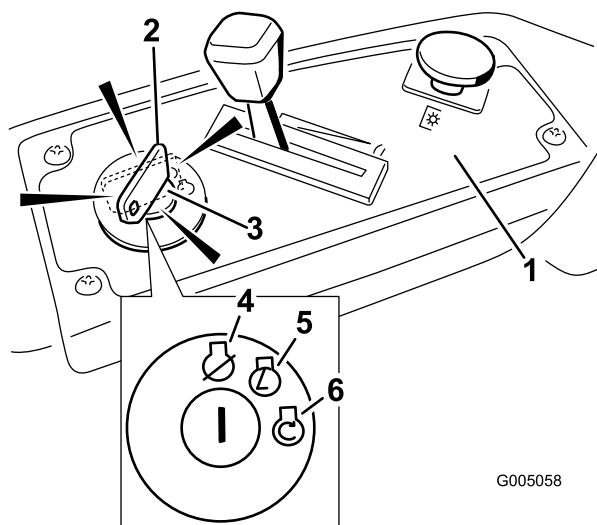

Figure 10
5. Lorsque le moteur a démarré, amenez progressivement la manette d'accélérateur en position de Haut régime (Figure 10). Si le moteur cale ou hésite, ramenez la manette d'accélérateur en position de Starter pendant quelques secondes. Réglez ensuite la manette d'accélérateur à la position voulue. Répétez l'opération si nécessaire.
2. Placez la manette d'accélérateur entre la position haut régime et la position à mi course (Figure 10).